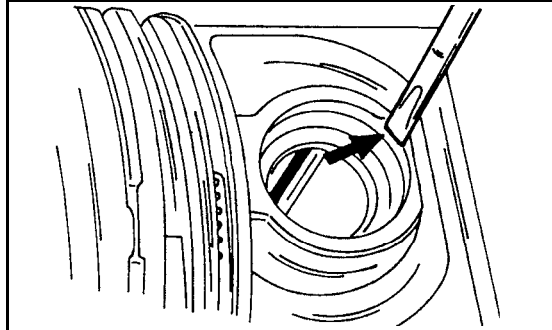
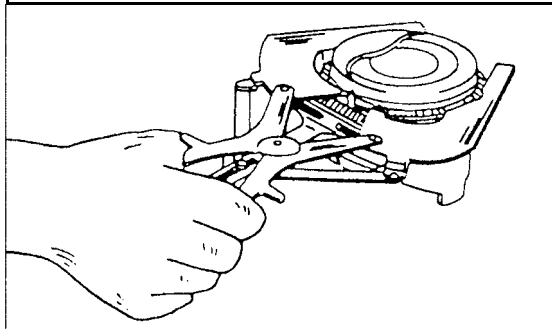

Bild 64
Bild 65
● Die Kolbenringe mit einer Kolbenringzange der Reihe nach über den Kolbenboden abnehmen, wie es Bild 64 zeigt. Falls die Ringe wieder verwendet werden sollen, sind sie entsprechend zu zeichnen. Falls keine Kolbenringzange zur Verfügung steht, können Metallstreifen an gegenüberliegenden Seiten des Kolbens unter den Ring geschoben werden. Einen Streifen unbedingt unter das Ende des Ringes unterlegen, um Kratzer zu vermeiden. Bild 65 veranschaulicht den Ausbau der Ringe in dieser Weise.
- Mit einer Kolbenringzange (siehe Bild 64) der Reihe nach die Kolbenringe in die Nuten einsetzen. Die beiden Verdichtungsringe könnte man verwechseln und aus diesem Grund ist deren Querschnitt zu betrachten, ehe sie angebracht werden.